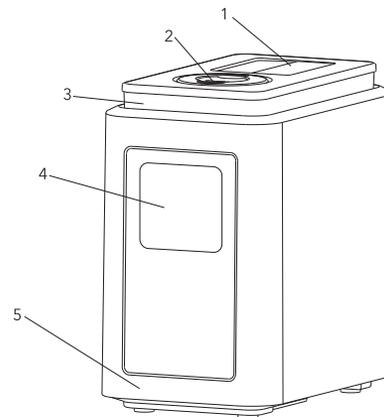
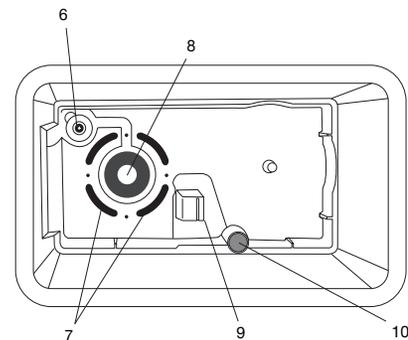

Рис. 1 Устройство прибора
Рис. 2 База прибора
1. Взявшись за ручку, снимите с прибора бак для воды (см. рис. 1).
Не наливайте воду в базу прибора – она может попасть в отверстие для перелива, и поверхность под прибором намокнет. Отверстие для перелива предусмотрено для того, чтобы исключить риск попадания воды в электронные узлы прибора через отверстие для выдува воздуха вентилятором (рис.2).
При перемещении увлажнителя всегда держите прибор за базу (рис. 1), во избежание падения части прибора, с основными электронными узлами. Если в приборе есть вода, во избежание ее попадания в электронные узлы через отверстие для выдува воздуха (рис. 2), держите его гори-зонтально.